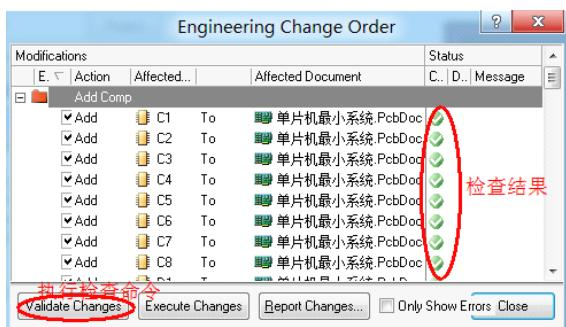

图 6-6.67 检查变化
**Step2:** 在弹出的 Engineering Change Order 对话框中检查可用变化。如图 6-6.67 所示。